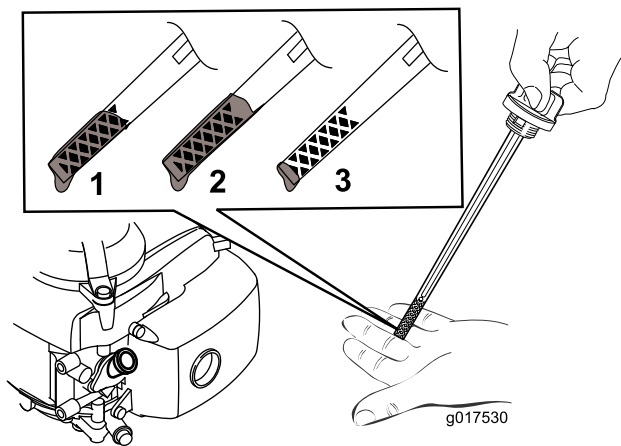

Figure 5
2. Retirez la jauge (Figure 5).
**Remarque:** Versez de l'huile dans le carter moteur jusqu'à ce que la jauge indique le niveau correct, comme montré à la Figure 5. Si vous remplissez excessivement le carter moteur, vidangez l'excédent d'huile comme expliqué à la section Vidange de l'huile moteur.